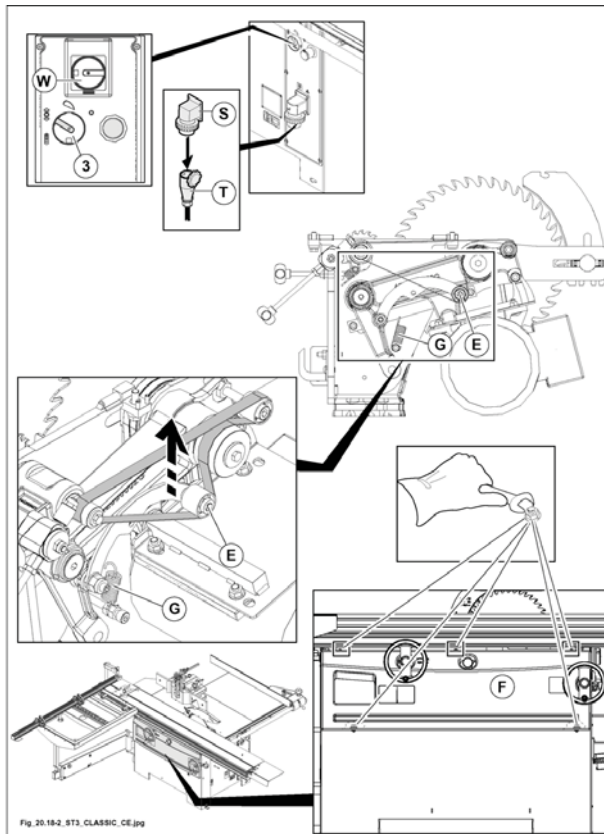

Fig. 20.18-2
- connettere la presa (T fig. 20.18-2) alla spina (S fig. 20.18-2)
- ruotare il selettore (3 fig. 20.18-2) sul simbolo ()
- sbloccare il freno motore ruotando il selettore (W fig. 20.18-2) in posizione "I".
- Smontare il carter frontale (F fig. 20.18-2).
- Allentare il tendicinghia (E fig. 20.18-2) ed estrarre la cinghia; montare allo stesso modo la cinghia nuova e farla girare manualmente, assicurandosi che sia posizionata al centro delle pulegge.
- Rimontare il carter frontale (F fig. 20.18-2).
il giusto tensionamento della cinghia dell'incisore è assicurato dalla molla (G fig. 20.18-2) e non necessita di alcuna registrazione.